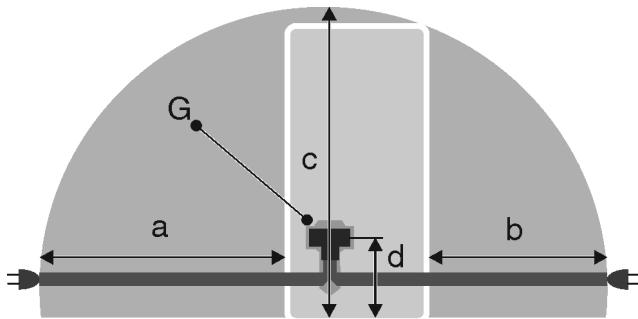

Fig. 23 Комбинация из холодильных и морозильных агрегатов / морозильные агрегаты / полноразмерные устройства BioFresh
- Розетка находится не за устройством, а в зонах a или b *Fig. 23 (a, b, c)*.
- Штекер устройства *Fig. 23 (G)* подсоедините с задней стороны устройства. Следите за правильной фиксацией.